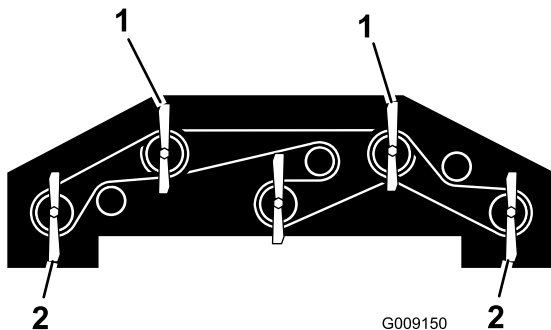

Bild 94
1. Drehen Sie die zwei äußeren vorderen Messer und Flügelmesser so, dass sie nach vorne zeigen (Bild 94).